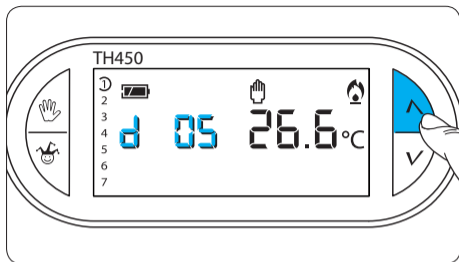

Fig. 52
14.4- Premere il pulsante \wedge oppure \vee sino a raggiungere il numero di ore o giorni desiderati da 1 a 99 (fig. 52).